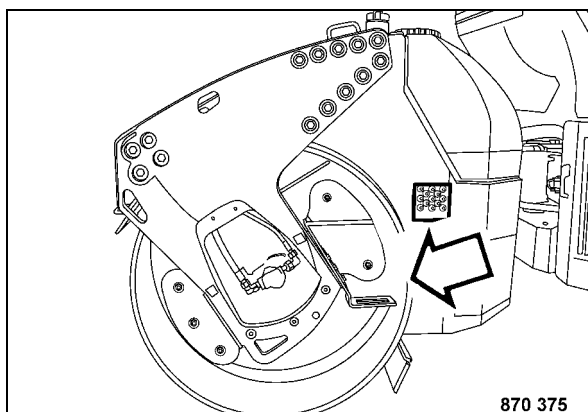

Fig. 123
- Usare gli ausiliari di salita (Fig. 123).